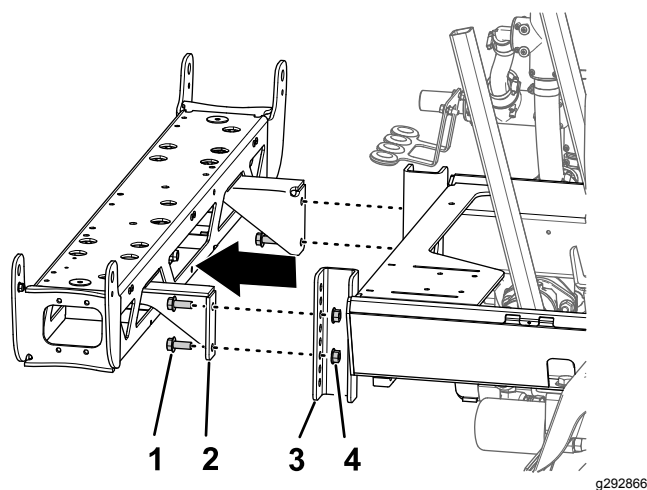

Figura 81
3. Retire los 4 pernos con arandela prensada (1/2" x 1 1/4") y las 4 tuercas con arandela prensada (1/2") que sujetan los soportes de la sección de brazo central al perfil del bastidor del fumigador y retire la sección de brazo central de la máquina (Figura 81).